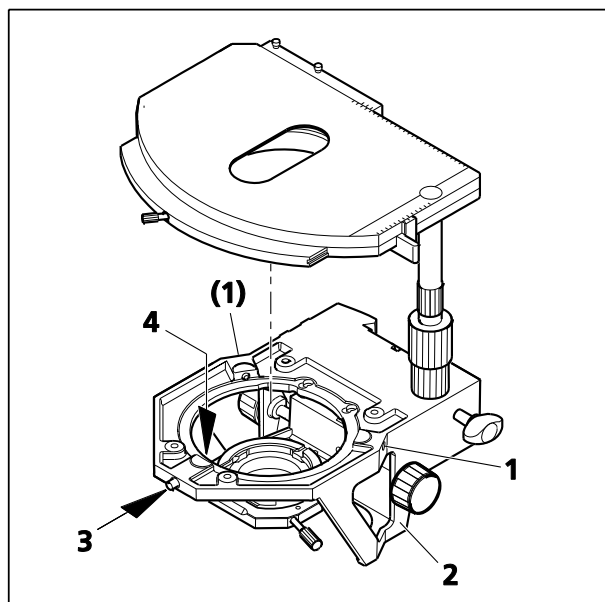

Fig. 63 Changement de la platine mécanique rotative
(1) Retrait de la platine
- Desserrer le bouchon fileté (Fig. 63/3) du logement du ressort (environ trois tours).
- Si nécessaire, dévisser les vis de centrage (Fig. 63/1).
- Appuyer la platine vers l'avant contre la goupille à ressort (Fig. 63/4), la soulever du support de platine (Fig. 63/2) par l'arrière et la déposer vers le haut.
- Resserrer le bouchon fileté (Fig. 63/3).
(2) Fixation de la platine
- Placer la platine avec la rainure en queue d'aronde sur la goupille à ressort (Fig. 63/4).
- Appuyer la platine vers l'avant contre la goupille à ressort et l'abaisser contre l'arrière du support de platine (Fig. 63/2), puis la relâcher.
(3) Centrage de la platine